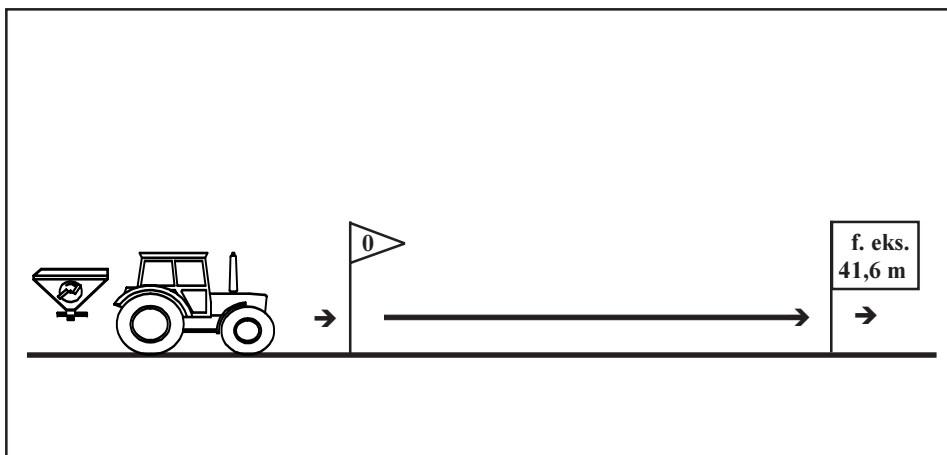

Fig. 7.8
- Målestrækningen måles eksakt op på marken. Målestrækningens start- og slutpunkt markeres (fig. 7.8)